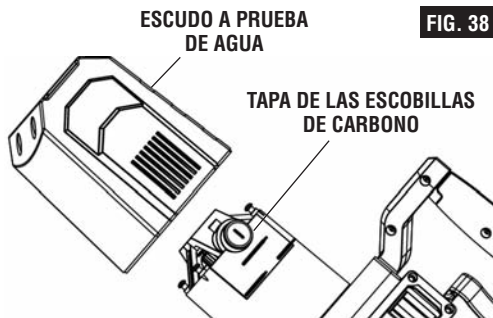

FIG. 38
2. Afloje la tapa de plástico con un destornillador y jale hacia fuera las escobillas de carbono desgastadas (Fig. 38).